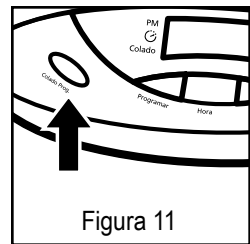

Figura 11
5. Presione el botón para retrasar la preparación del café “Colado Prog.”. Consulte la figura 11.